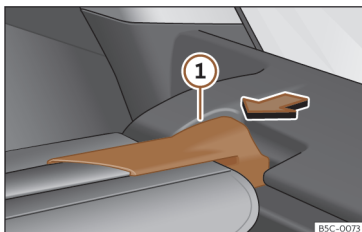

Fig. 184 Na bagageira: desmontar a chapeleira.
- Pressione o suporte da chapeleira >>> **Fig. 184** ① no sentido da seta.
- Encaixe o suporte da chapeleira >>> **Fig. 184** ① no alojamento do outro lado.